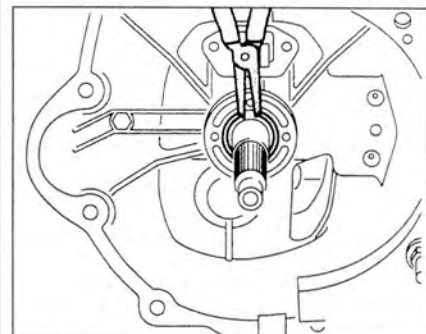

Рис. 5.29. Снимите стопорное кольцо с первичного вала.
6. Снимите стопорное кольцо с первичного вала (рис. 5.29).